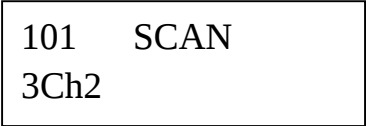
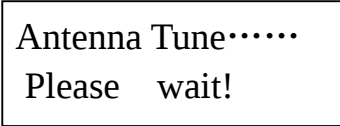

图 3
图 4
自适应控制器开机后自动进入扫描状态。如果关机前设置没有天调，那么开机时自适应控制器显示图 3。如果设置有天调，那么开机时自适应控制器将控制电台对组内频率重新调谐，自适应控制器显示图 4。电台对组内全部频率调谐后，自适应控制器显示图 3。
图 3 中的“101”代表本站地址，“SCAN”代表正在扫描，“3”代表用第三组频率，“2”代表第三组内的第 2 个频道，该位置的显示内容在扫描过程中一直在变化。按“扫描”键，自适应控制器停止扫描。如果此前没有做过 ELQA，则显示图 5，停在当前组内最低频道。如果此前做过 ELQA 显示图 6，其中“*”代表 2 频道为最佳频道（在实际应用时“2”会有变化）。
- (7) 按任意键后控制器进入扫描状态，显示图 3。
- (8) 各参数的具体意义见附录，修改时可参照参数表来修改各参数。表中前 10 个参数不能修改。
(2) 用前面板的数字键输入相应的组号（只能选择 0-9）。选择的组号能自动存储。如果选择组前自适应控制器设置为有天调状态，那么自适应控制器将新选择的组内频率全部调谐一遍，显示图 4。新选择的组内频率全部调谐后，自适应控制器停在当前组内最高频道上。如果设置没有天调，显示图 5，自适应控制器停在当前组内最低频道上。